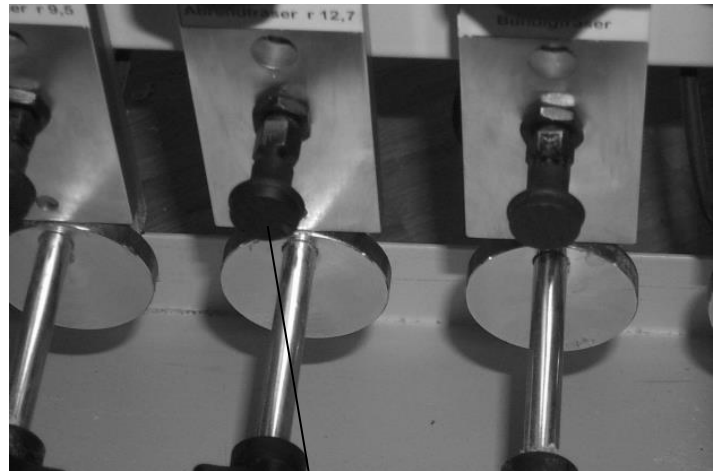

Bild 52
2. Fräsaggregat mit dem Höhenversteller nach oben bewegen (Bild 51), Rastbolzen in Nutenstein einrasten lassen (Bild 52)